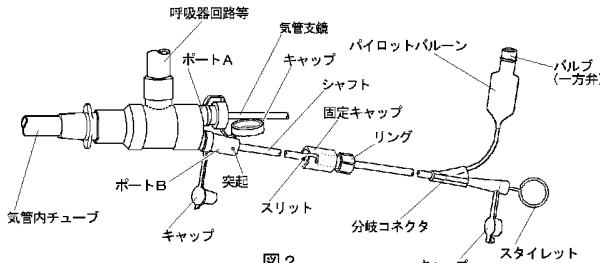

図2.
- ②確認後、固定キャップのリングを左に回して固定を解除すること。
- * ③気道確保を目的として挿管した気管内チューブに、シーベルコネクタがセットされた状態でブロッカーチューブの先端を挿入すること。
- * ④シーベルコネクタを気管内チューブに接続した後、呼吸器回路等をシーベルコネクタの回路接続部に接続すること。(図2参照)
- ⑤シーベルコネクタのポートAのキャップを外し、気管支鏡を挿入すること。(図2参照)